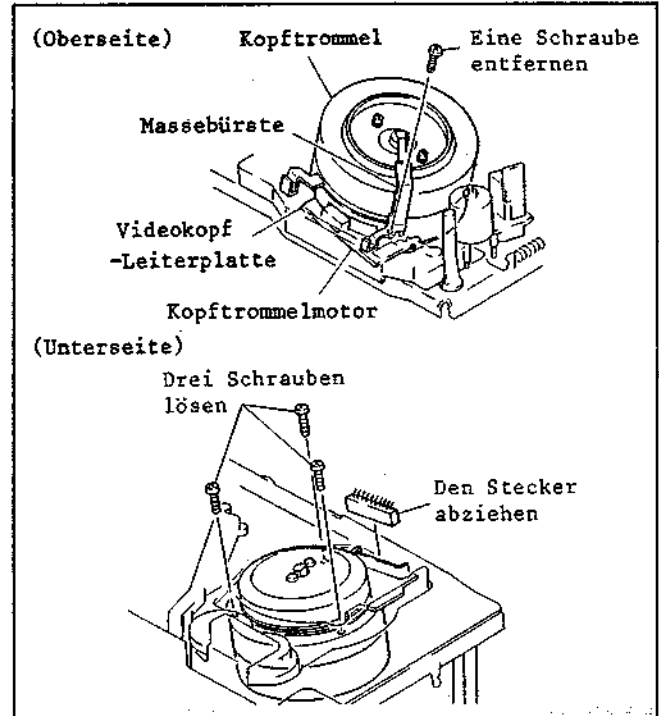

Abb. 7-3 Kopftrommelmotor
3. Kopftrommelmotor (Abb. 7-3)